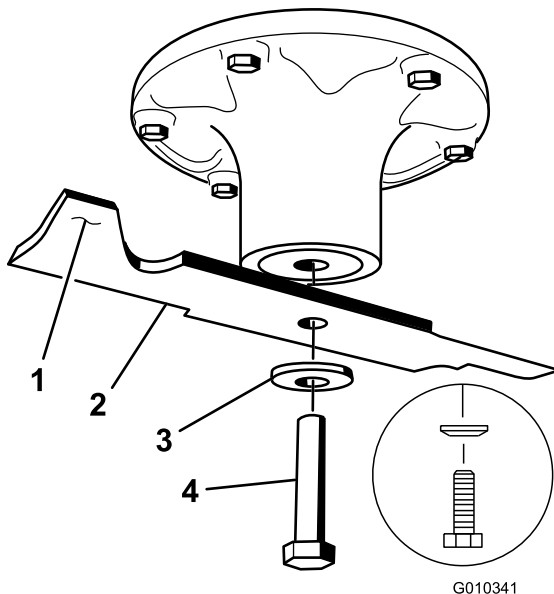

Figure 68
2. Enlevez de l'axe, le boulon, la rondelle courbe et la lame (Figure 68).
1. Placez la lame sur l'axe (Figure 68).
2. Posez la rondelle courbe (face concave vers la lame) et le boulon de lame (Figure 68).